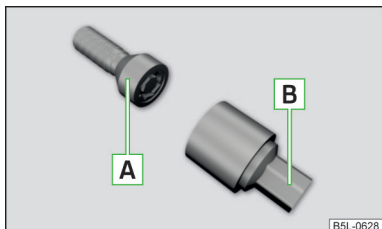

Fig. 183
Los tornillos de rueda antirrobo protegen a las ruedas contra robos. Se pueden **soltar/apretar** solamente con el suplemento [B] » fig. 183.
- Introducir el suplemento [B] » fig. 183 hasta el tope sobre el tornillo de rueda antirrobo [A].
- Introduzca la llave de rueda hasta el tope sobre el tornillo de rueda. Usar el suplemento para los tornillos de la rueda antirrobo correspondientes » fig. 183 de la pág. 160.